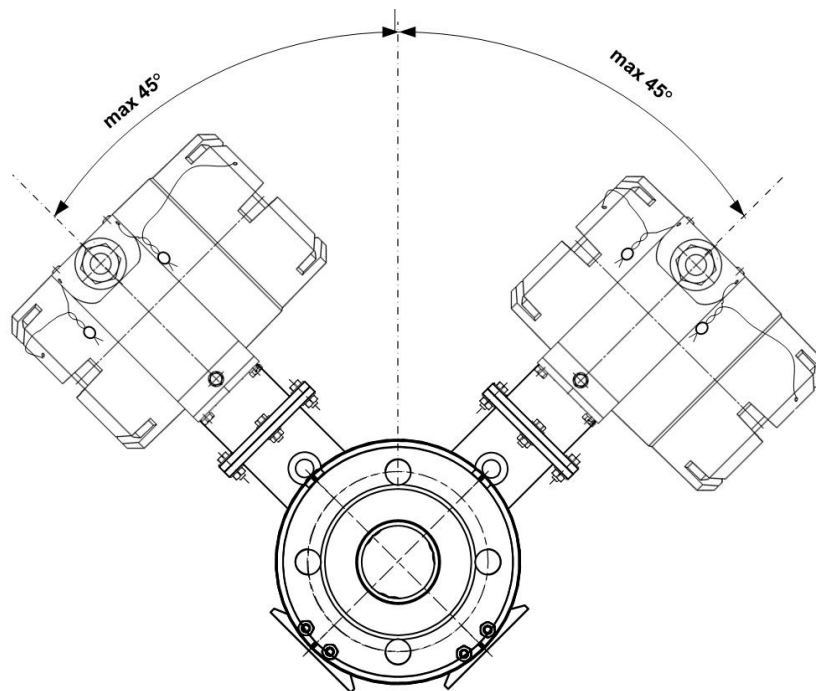

Рис.4 - Расположение ВП расходомера при монтаже
3.3.2 При монтаже в горизонтальный или наклонный трубопровод рекомендуется располагать расходомер вторичным преобразователем кверху (рис.4). Угол отклонения оси стойки ВП от вертикальной плоскости, проходящий через ось трубопровода, не должен превышать 45°.